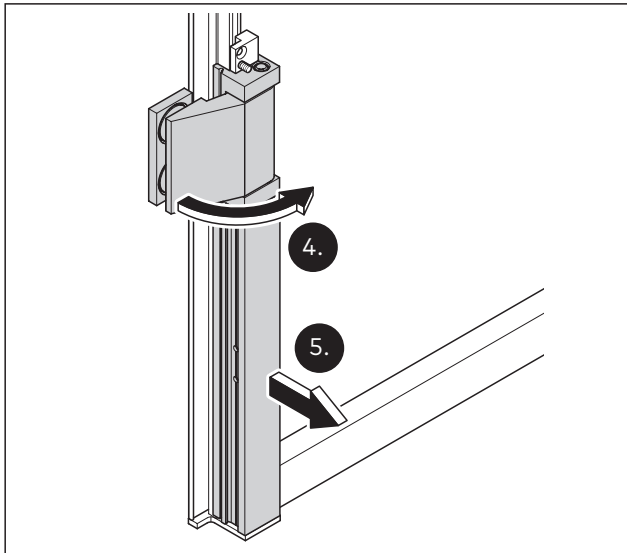

Abb. 35 Das Türband öffnen und das Deckprofil entfernen
4. Das Türband öffnen, ohne die Position zu ändern (Abb. 35).